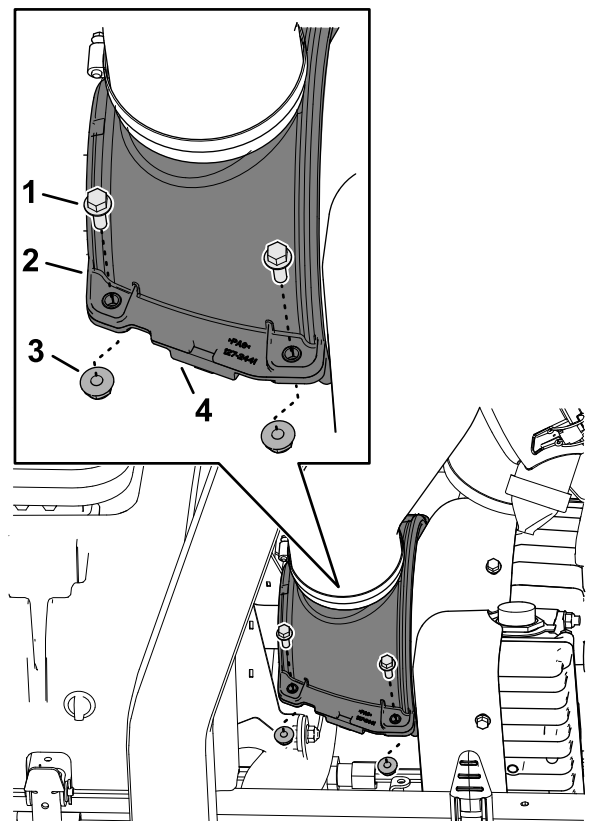

Figure 69
1. Retirez les 4 vis à embase et les 4 contre-écrous à embase qui fixent les coquilles supérieure et inférieure d'air de refroidissement de l'alternateur (Figure 69).